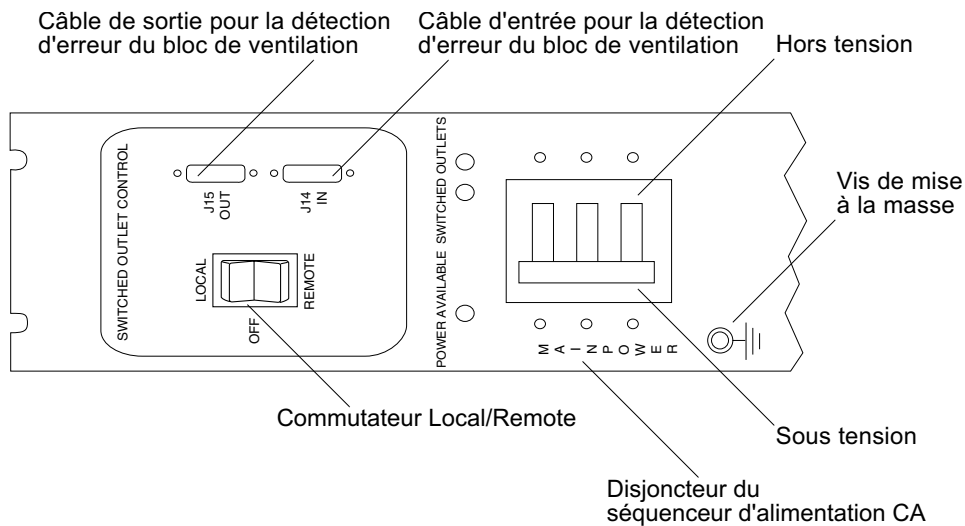

FIGURE 3-2 Panneau de contrôle du séquenceur d'alimentation
3. Vérifiez que chaque disjoncteur de séquenceur d'alimentation CA est sur la position Off (Arrêt) et que le commutateur Local/Remote (Local/A distance) est sur la position Local (FIGURE 3-2).